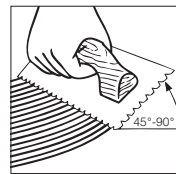

Figura 9
• Sostenga la llana a un ángulo mínimo de 45° (Figura 9) firmemente contra la base para obtener un índice de distribución de 40–60 pies cuadrados (4–5.5 metros cuadrados) por galón. La llana deja resaltes de adhesivo y muy poco adhesivo entre los resaltes. Esto aún le permitirá ver los cordeles entizados entre los resaltes y obtener el índice de distribución recomendado.